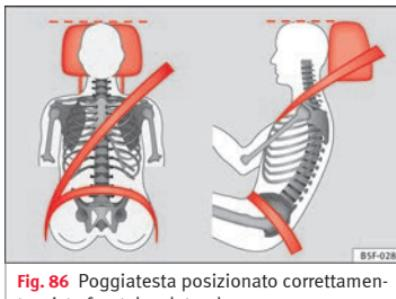

Fig. 86 Poggiatesta posizionato correttamente, vista frontale e laterale.
- Regolare il poggiatesta portandone il bordo superiore alla stessa altezza della parte superiore della testa, almeno all'altezza degli occhi» **fig. 86**.